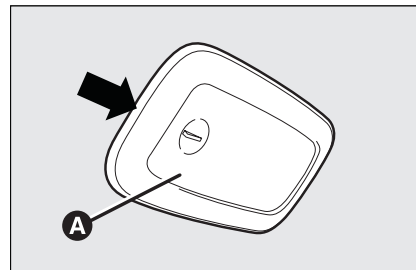

Рис. 38
- снимите рассеиватель **А**, **рис. 38**, нажав в месте, указанном стрелкой;